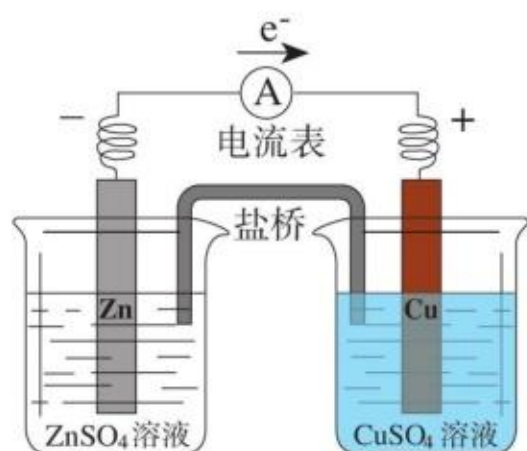

图 4-1 锌铜原电池示意图
如图 4-1 所示，将置有锌片的 ZnSO_4 溶液和置有铜片的 CuSO_4 溶液用一个盐桥^①连接起来，然后将锌片和铜片用导线连接，并在中间串联一个电流表，观察现象。取出盐桥，观察电流表的指针有何变化。
实验表明，接通电路时，电流表的指针发生偏转，即电路中有电流通过。从上述装置中取出盐桥，电流表的指针又回到零点，即电路中没有电流通过。如图 4-1 所示的原电池叫做锌铜原电池，其中锌一端为负极，铜一端为正极。
(1) 图 4-1 所示的锌铜原电池工作时，电子在导线中的运动方向是怎样的？阴离子和阳离子在电解质溶液中的运动方向是怎样的？
请结合图4-1绘制反映原电池工作原理的示意图, 并与同学交流。示意图要求包括以下内容: